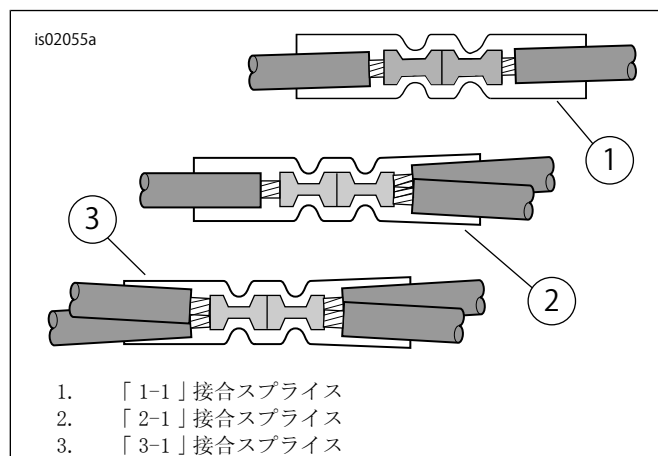
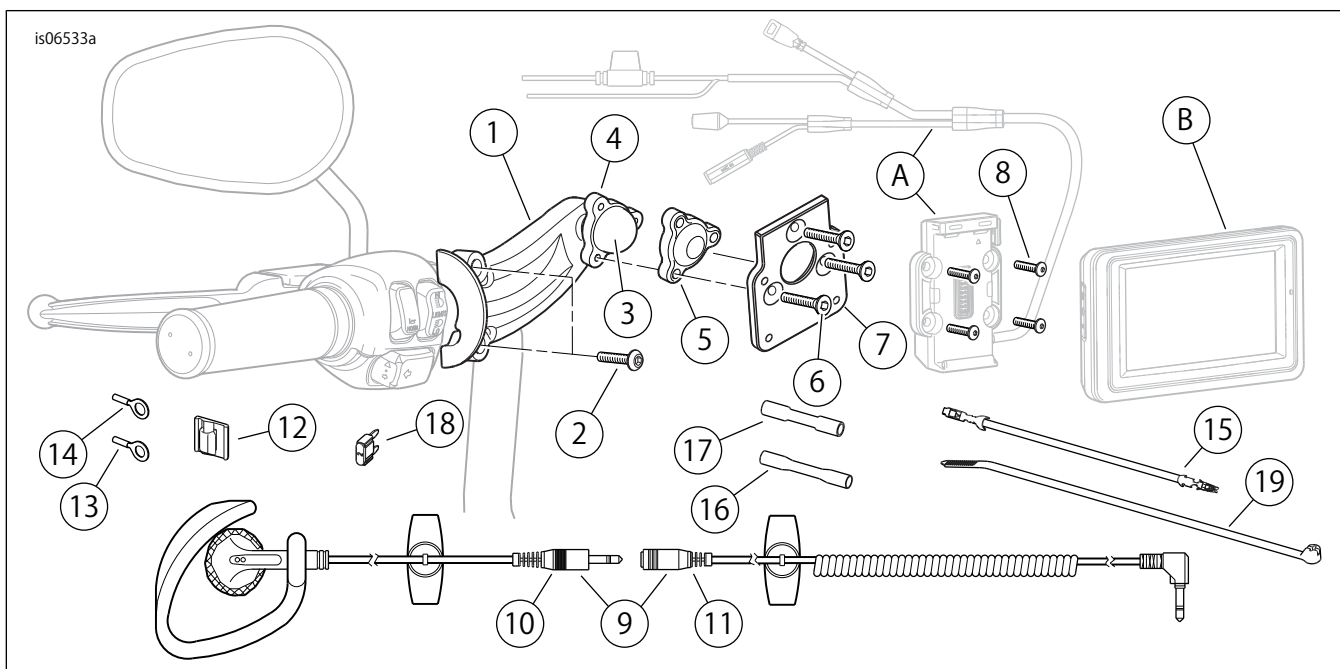

図6。スプライスの設定
図16。GPS (RoadTech Zumo 660/665) ハンドルバーマウントキットの交換用パーツ
4. 「図16」を参照してください。キットから青色のシール付きスプライスコネクター(17)を取り出します。図6を参照してください。「2-1」スプライス構成。サービスマニュアル付録の説明に従い、Zumoワイヤーハーネス電源リードをメインハーネスのオレンジ/白ワイヤーに接合します。
6. 「図16」を参照してください。キットから青色のシール付きスプライスコネクター(17)を取り出します。「図6を参照してください。」「1-1」スプライス構成。サービスマニュアル付録の説明に従い、Zumoワイヤーハーネス電源リードをアダプターのワイヤーに接合します。
3. 「図16」を参照してください。キットから青色のシール付きスプライスコネクター(17)を取り出します。図6を参照してください。、「2-1」スプライス構成。サービスマニュアル付録の説明に従い、Zumoワイヤーハーネス電源リードを切断したオレンジ/白のワイヤーに接合します。
6. 「図16」を参照してください。キットから青色のシール付きスプライスコネクター(17)を取り出します。「図6」の「1-1」スプライス構成を参照してください。サービスマニュアル付録の説明に従い、Zumoワイヤーハーネス電源リードをアダプターのワイヤーに接合します。
3. 「図16」を参照してください。キットから青色のシール付きスプライスコネクター(17)を取り出します。「図6」の「2-1」スプライス構成を参照してください。サービスマニュアル付録の説明に従い、Zumoワイヤーハーネス電源リードをメインハーネスのオレンジ/白ワイヤーに接合します。
3. 「図16」を参照してください。キットから青色のシール付きスプライスコネクター(17)を取り出します。「図6」の「2-1」スプライス構成を参照してください。サービスマニュアル付録の説明に従い、Zumoワイヤーハーネス電源リードをメインハーネスのオレンジ/白ワイヤーに接続します。
6. 「図16」を参照してください。オレンジ/白色のZumoハーネスワイヤーから余分な長さを切断します。キットから青色のシール付きスプライスコネクター(17)を使用して、ステップ4で取り付けられたアダプターワイヤーにワイヤーを接続します。
- ・ 最大3つのアクセサリを電気系統接続ハーネスに接合することができます。複数のスプライス構成の場合図6を参照してください。
3. 「図16」を参照してください。キットから青色のシール付きスプライスコネクタ(17)を取り出します。図6を参照してください。「2-1」スプライス構成。サービスマニュアル付録の説明に従い、Zumoワイヤーハーネス電源リードをメインハーネスのオレンジ/白ワイヤーに接合します。